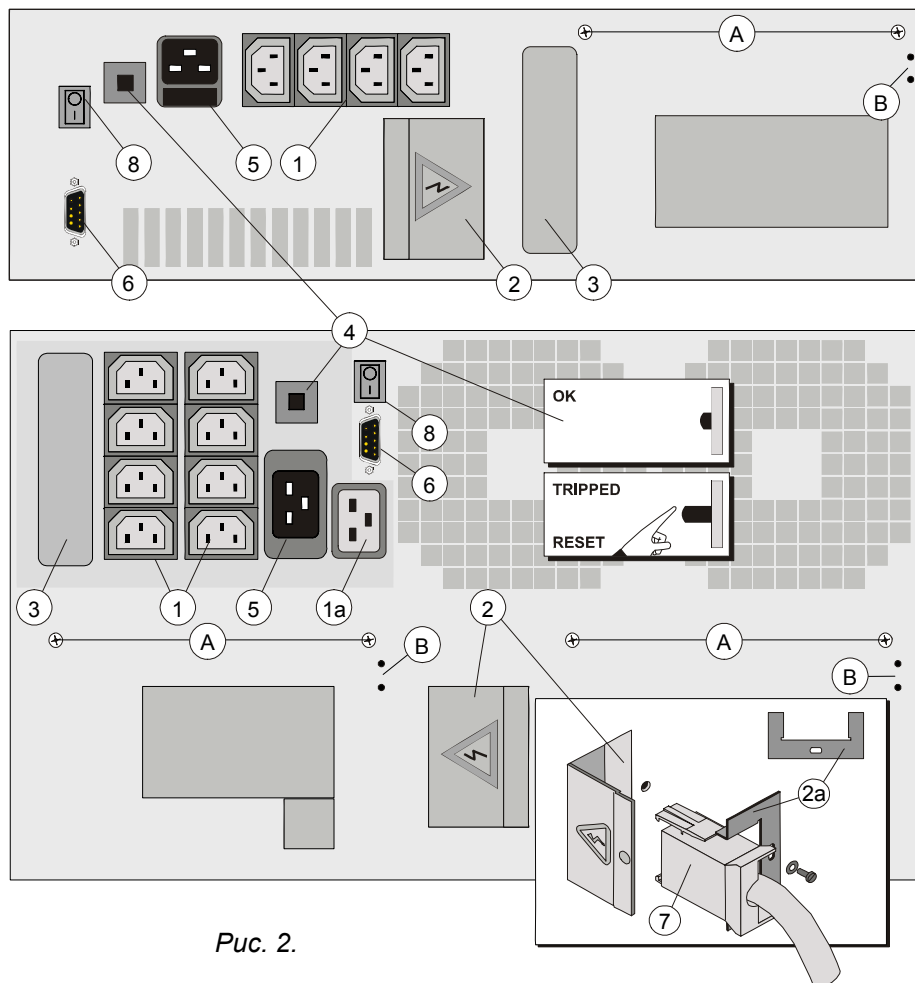
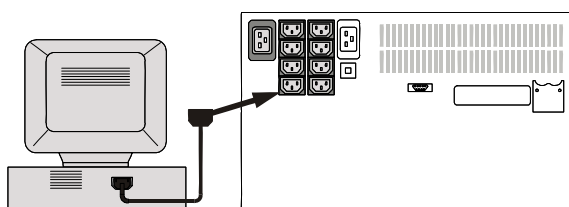
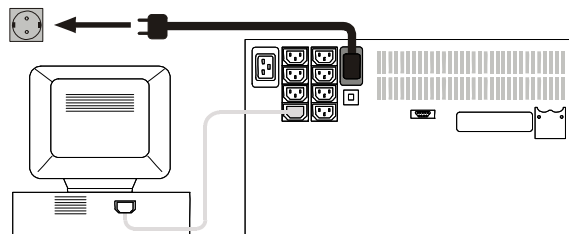

Рис. 2.
Рис. 3.
Рис. 4.
- Во время транспортировки выдвижные модули батарей должны быть либо вынуты из блоков, либо зафиксированы двумя винтами (каждый) на задней панели ИБП (А, рис. 2).
1. *NetPro 19" 2000*: Отверните транспортировочные винты (А, рис. 2) и заверните их в пустые отверстия (В, рис. 2)
10. Для увеличения времени автономии могут быть установлены дополнительные модули батарей. Соедините разъем постоянного тока (7, рис. 2) с розеткой постоянного тока ИБП (2, рис. 2). При правильной установке соединения будет слышен щелчок. Заблокируйте разъем постоянного тока: установите маленькую фиксирующую пластину (2а, рис. 2), которая поставляется с батарейным модулем, и закрепите ее с помощью прилагаемого
12. С помощью кабелей подсоедините компьютер(ы) к выходным розеткам ИБП (1, рис. 2). Распределите нагрузку по розеткам по возможности равномерно. Если Вы используете распределительную колодку для подключения нескольких устройств к одной розетке, пожалуйста учтите, что максимальный ток одной розетки не должен превышать 10А. См. Рис. 3. Розетка 1a является программируемой (только для модели 3000VA). См. 3.4.3.
**NetPro 19" 3000:** используйте кабель питания, поставляемый с устройством. Соедините кабель питания с входной розеткой ИБП (5, рис. 2). См. рис. 4.
14. Убедитесь, что выключатель вкл/вык. (8, рис. 2) находится в положении '0' и соедините кабель питания с заземленной розеткой электропитания. См. рис. 4. Вентиляторы начнут вращаться: это означает что питание присутствует и батареи заряжаются.
16. Для целей связи интерфейсный порт RS232 (6, рис. 2) или опциональны интерфейсные карты (3, рис. 2) могут быть подключены к компьютерной системе. См. главу 4.
- 2 Включите ИБП выключателем на задней панели (8, рис. 2), должен светиться зеленый светодиод '*operation*'.
- 1 Переведите выключатель сети (8, рис. 2) в положение 'I'. Появится следующее сообщение:
- 1 Переведите выключатель на задней панели (8, рис. 2) в положение '0'. Если ИБП выключен, то выходное напряжение будет отсутствовать в течение нескольких секунд, чтобы подключенная нагрузка была бы готова к повторному включению.